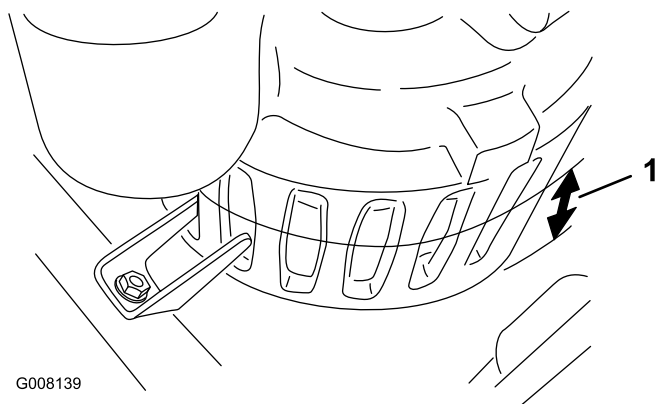

Рисунок 8
1. Измерьте глубину воды в самой нижней части песчаной ловушки. Если глубина воды менее 63,5 мм (на половину высоты до пазов в насосе), выкопайте яму размером 30,5 см x 30,5 см x 5 – 7,6 см (глубина), чтобы опустить насос в яму (Рисунок 8).